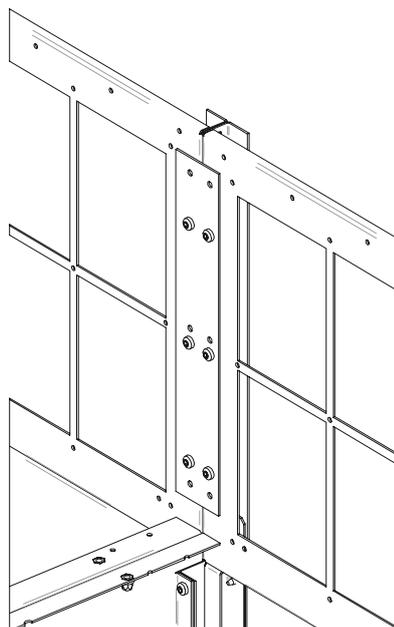

Figura 40. Viti del profilo di giunzione superiore
- b) Avvitare assieme il profilo di giunzione e le piastre delle unità (con 6 viti Torx M6x12) in modo che siano perfettamente serrate. Inserire un bullone (a testa tonda con quadro sotto-testa M8x20) con un dado (esagonale con flangia M8) (figura 40) per serrare le unità e il profilo di giunzione.